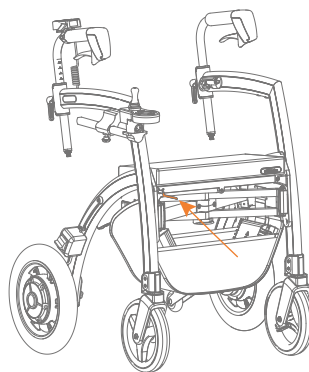
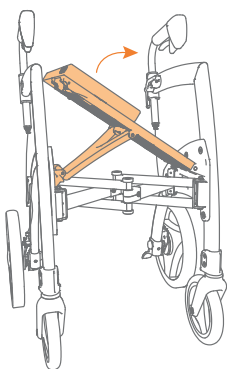

Figura 14: Spingere la maniglia rossa mentre si solleva il sedile.
Figura 15: Sollevare parzialmente il sedile.
- d. Spingere la maniglia di rilascio rossa sotto il sedile (**Figura 14**) e sollevare parzialmente il sedile (**Figura 15**).